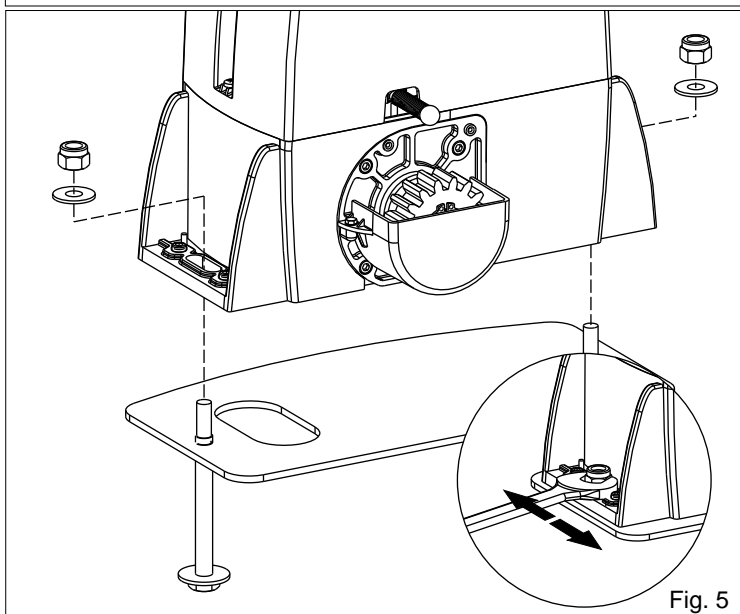

Fig. 5
4.2. Fijar el motoreductor a la placa de fundacion mediante los dos dados en dotacion regulando la posicion lateral (Fig. 5) para respetar las medidas citadas en la figura (Fig. 2).